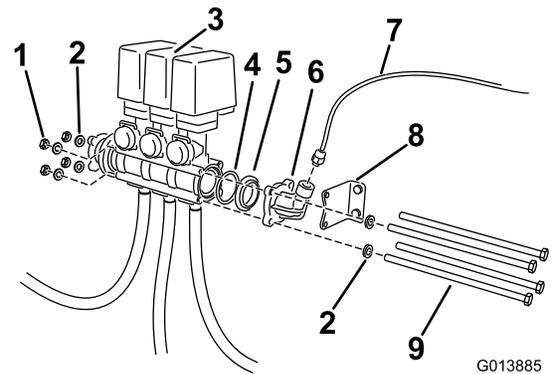

Figura 4
2. Desaperte os parafusos longos e os dispositivos de fixação que prendem o conjunto da válvula (Figura 4). Retire e guarde todos os dispositivos de fixação. Mova o conjunto da válvula para a direita pára. direita.
3. Retire o adaptador e vedação do joelho (Figura 4). Localize o anel de retenção do corpo da válvula existente. Guarde todas as peças. Mova o suporte afastando-o do conjunto da válvula existente.